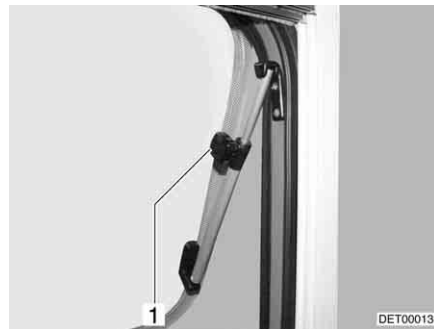

Bild 94 Överkantshängt fönster med vridspärr
- Öppna det överkantshängda fönstret till önskat läge och lås det med den lettrade hylsan (Bild 94,1).
- Vrid den lettrade hylsan (Bild 94,1) tills låsningen släpper.